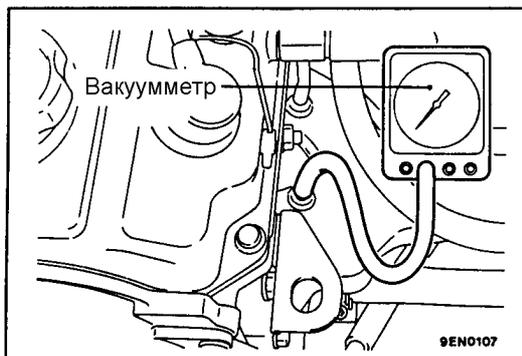

Рис. 10.16
- (1) Заведите двигатель, и прогрейте его до рабочей температуры 80 - 95°C.
- (2) Установите вакуумметр так, как показано на рис. 10.16.